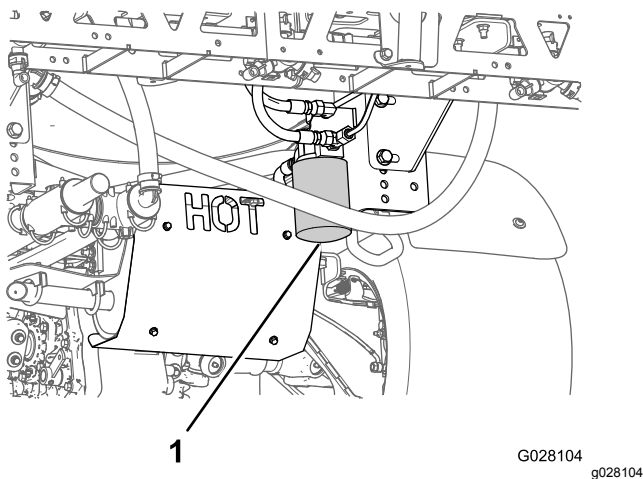

Bild 55
4. Entfernen Sie den Filter (Bild 55).